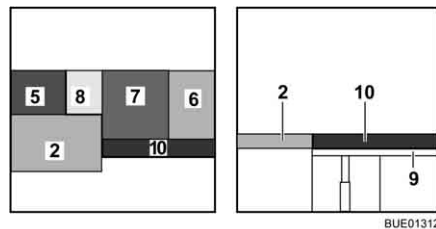

Fig. 132 Dopo la trasformazione
- Agganciare l'allargamento letto (Fig. 132,9) negli alloggiamenti sulle casapanche.
- Posizionare il cuscino aggiuntivo (Fig. 132,10) sull'allargamento letto.